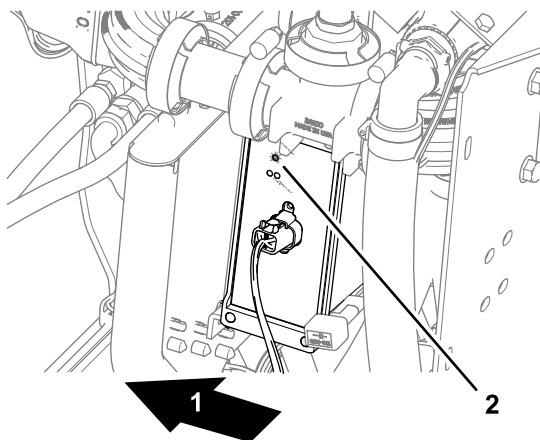

Figura 234
- Controlador automático de secciones — se enciende el indicador de ESTADO (Figura 234)